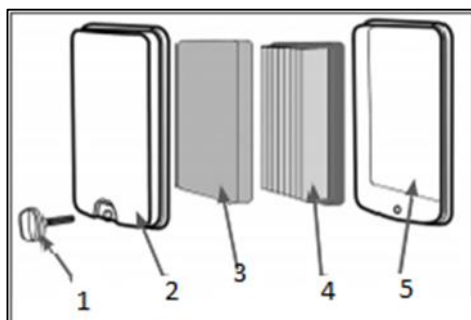

Рис. 9 Установка воздушного фильтра
2. Установите бумажный фильтрующий элемент 4 в опору 5 воздушного фильтра, как показано на Рис. 9.